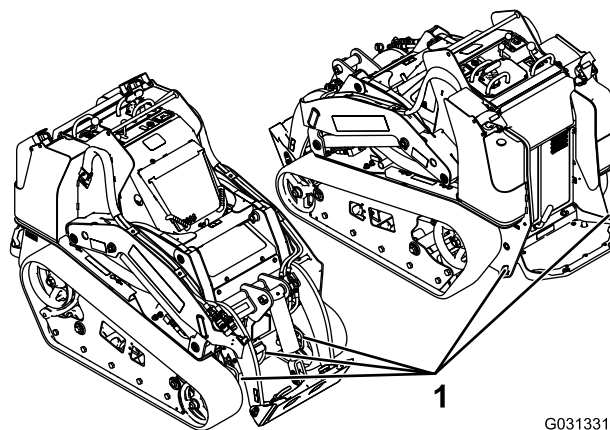

Figura 29
8. Utilizzate gli anelli di ancoraggio in metallo sulla macchina per fissare saldamente la macchina al rimorchio o all'autocarro con fascette, catene, cavi o funi (Figura 29). Fate riferimento ai regolamenti locali per i requisiti di ancoraggio.
Potete sollevare la macchina utilizzando gli ancoraggi/anelli di sollevamento come punti di sollevamento; fate riferimento a Figura 29.